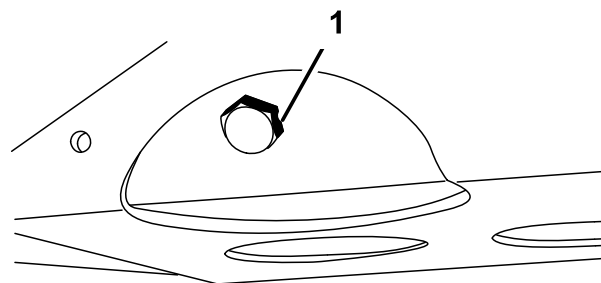

図 47
2. ドレン・プラグを外してオイルを容器に受ける (図 47)。オイルが抜けたらドレン・プラグを取り付ける。